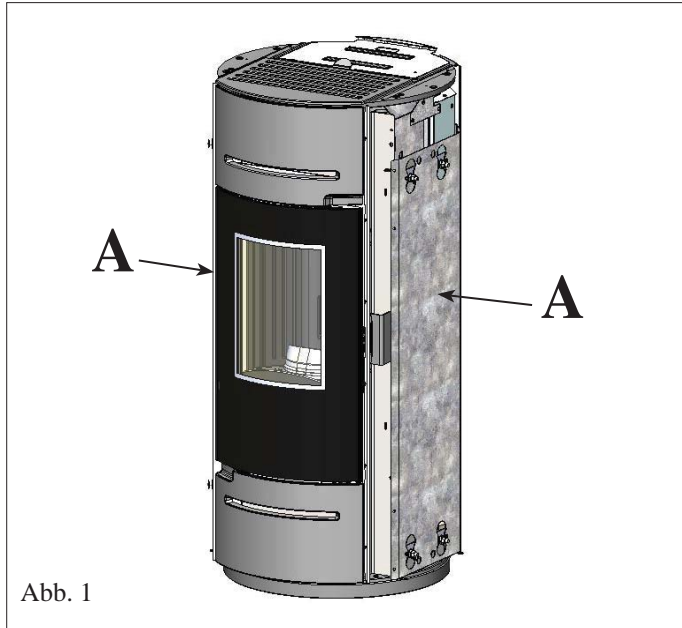

Abb. 1
Der Ofen wird mit bereits montierten Metallseiten (A) für die Montage der Glasseiten geliefert (Abb. 1).